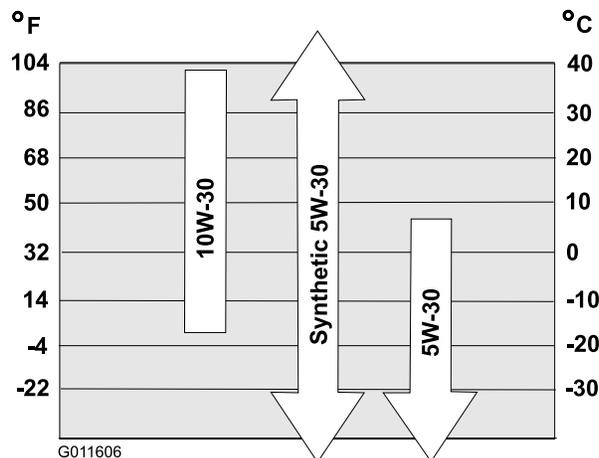

Рисунок 29
Используйте Рисунок 29 приведенный ниже для выбора оптимальной вязкости масла для ожидаемого диапазона наружных температур:
**Примечание:** Заливайте масло в картер двигателя до тех пор, пока масломерный щуп не покажет, что достигнут нужный уровень масла в двигателе, как показано на Рисунок 29. В случае перелива слейте некоторое количество масла из двигателя, как описано в разделе «Замена моторного масла».